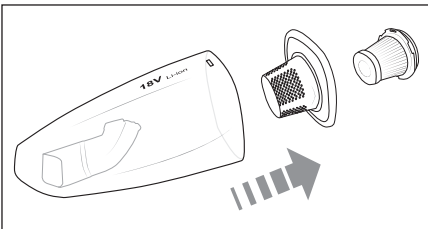

Abb. 6
- 4) Ziehen Sie dann den Grobfilter **7** aus dem Schmutzbehälter **8** heraus (Abb. 6). Klopfen Sie beide Filter **6/7** über einem Mülleimer o. Ä. aus. Bei Bedarf können Sie die Filter **6/7** mit klarem Wasser abspülen. Lassen Sie die Filter **6/7** anschließend an der Luft vollständig trocknen, bevor Sie sie wieder einsetzen.